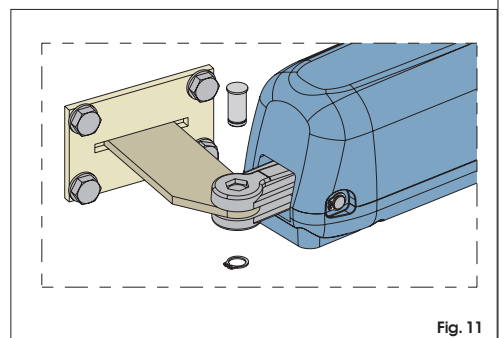

Fig. 11
8) Fixer l'opérateur à la patte postérieure avec les axes fournis d'après la Fig.11.